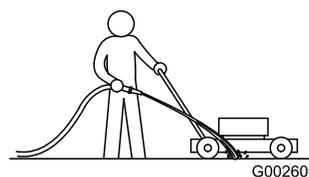

Figura 32
1. Collocate il tosaerba su una superficie piana pavimentata, con il motore acceso, e spruzzate un getto d'acqua davanti alla ruota **destra** posteriore (Figura 32).